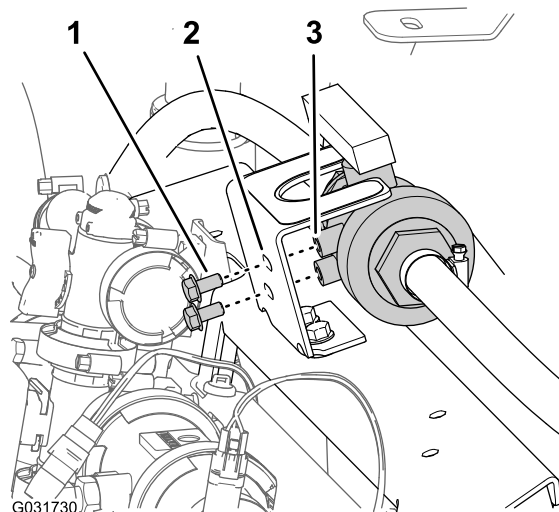

図 230
4. ボールバルブのねじ穴付きボスを、取り付けブラケットの 2 つの穴に合わせる 図 230。
5. バルブをブラケットに組み付ける 図 230 ステップ 39 EU 適合キットオプションを外す (ページ